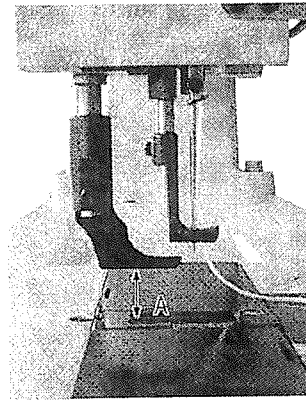

Fig.29
18. THE HEIGHT OF THE PRESSER FEET (Figs. 29,30 & 31)